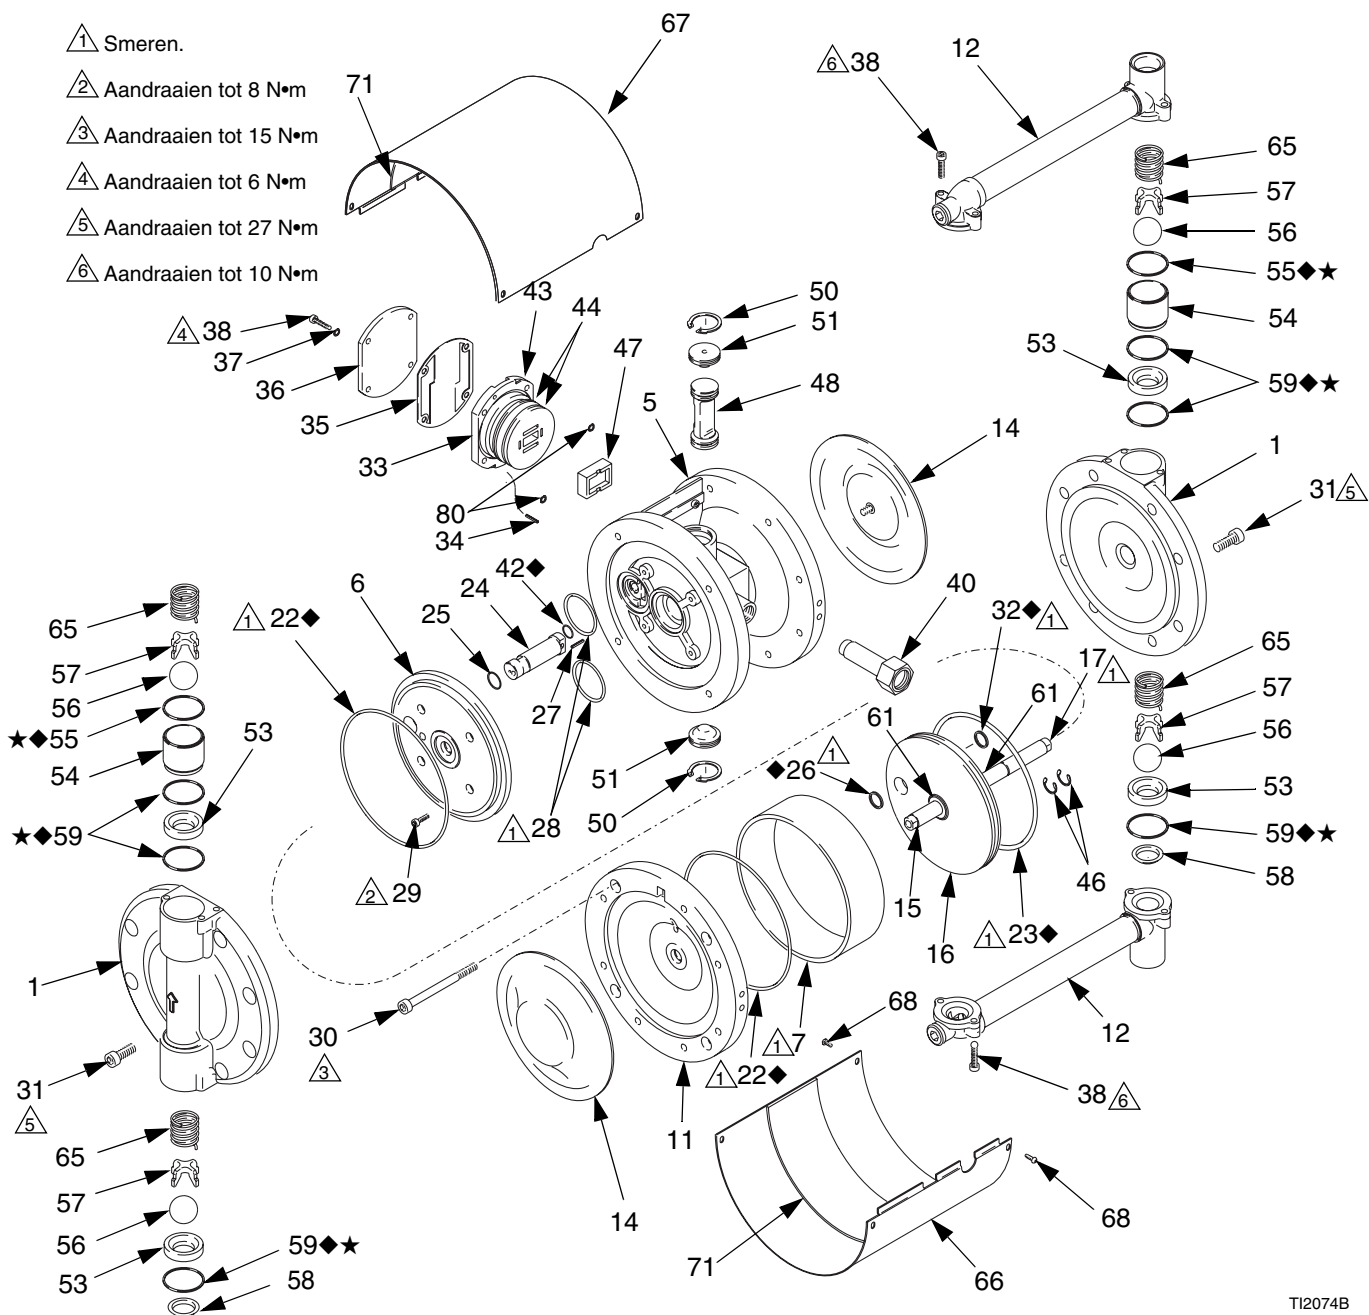

FIG. 9. De cilinder en zuigerdichtingen vervangen
2. Verwijder de bouten (38) en de buissamenstellen. Zie FIG. 9.
4. Verwijder de luchtinlaatfitting (40).
5. Verwijder de bouten (68) en het bovenste (67) en het onderste (66) deksel.
6. Verwijder de bouten (31) en de materiaaldeksele (1).
7. Verwijder de membranen (14), op blz. 15.
8. Verwijder de vier bouten (38) en sluitringen (37), het deksel van het luchtventiel (36) en de pakking (35).
9. Wrik de zitting van het luchtventiel (33) uit de middelste behuizing (5) met behulp van twee schroevendraaiers die u in de inkepingen op de zitting steekt.
10. Verwijder de o-ringen (80) uit de behuizing.
11. Verwijder de beker (47) uit het middenhuis.